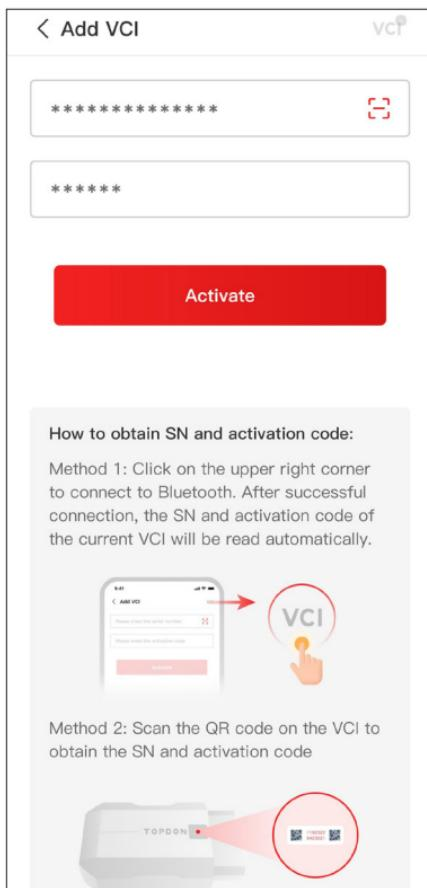

図 3-7
④ 検索された Bluetooth デバイスのリストからあなたのデバイスを選択してください。
⑤ Bluetooth 接続に成功すると、VCI のシリアルナンバー (SN) とアクティベーションコードが自動的に読み取られます。次に「アクティベート」をタップしてください（図 3-7 参照）。